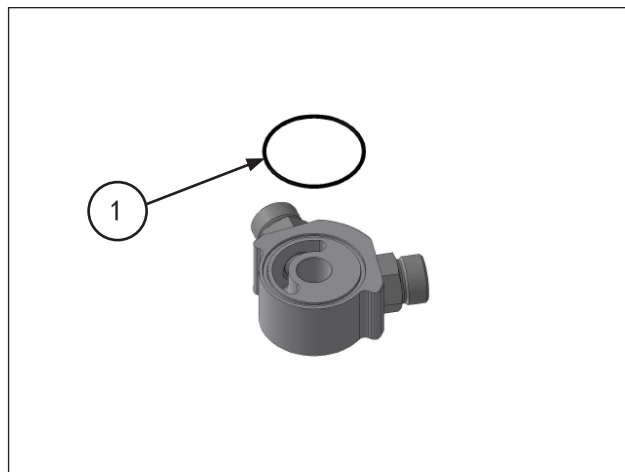

图 129
把O形圈插入空气-油交换器适配器底座中（位置①，图 129）并检查其正确定位。